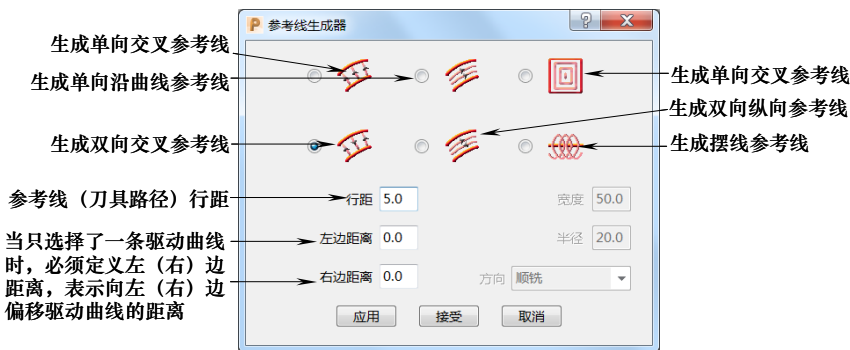

图 1-50
- 4) 参考线生成器：通过偏置已有线条（驱动曲线）自动生成新参考线。驱动曲线的数量可以是一条或两条，驱动曲线的形式可以是已经创建出来的参考线、曲线或者边界。在设置好偏移距离后，系统偏移出新的参考线。“参考线生成器”表格如图 1-50 所示。